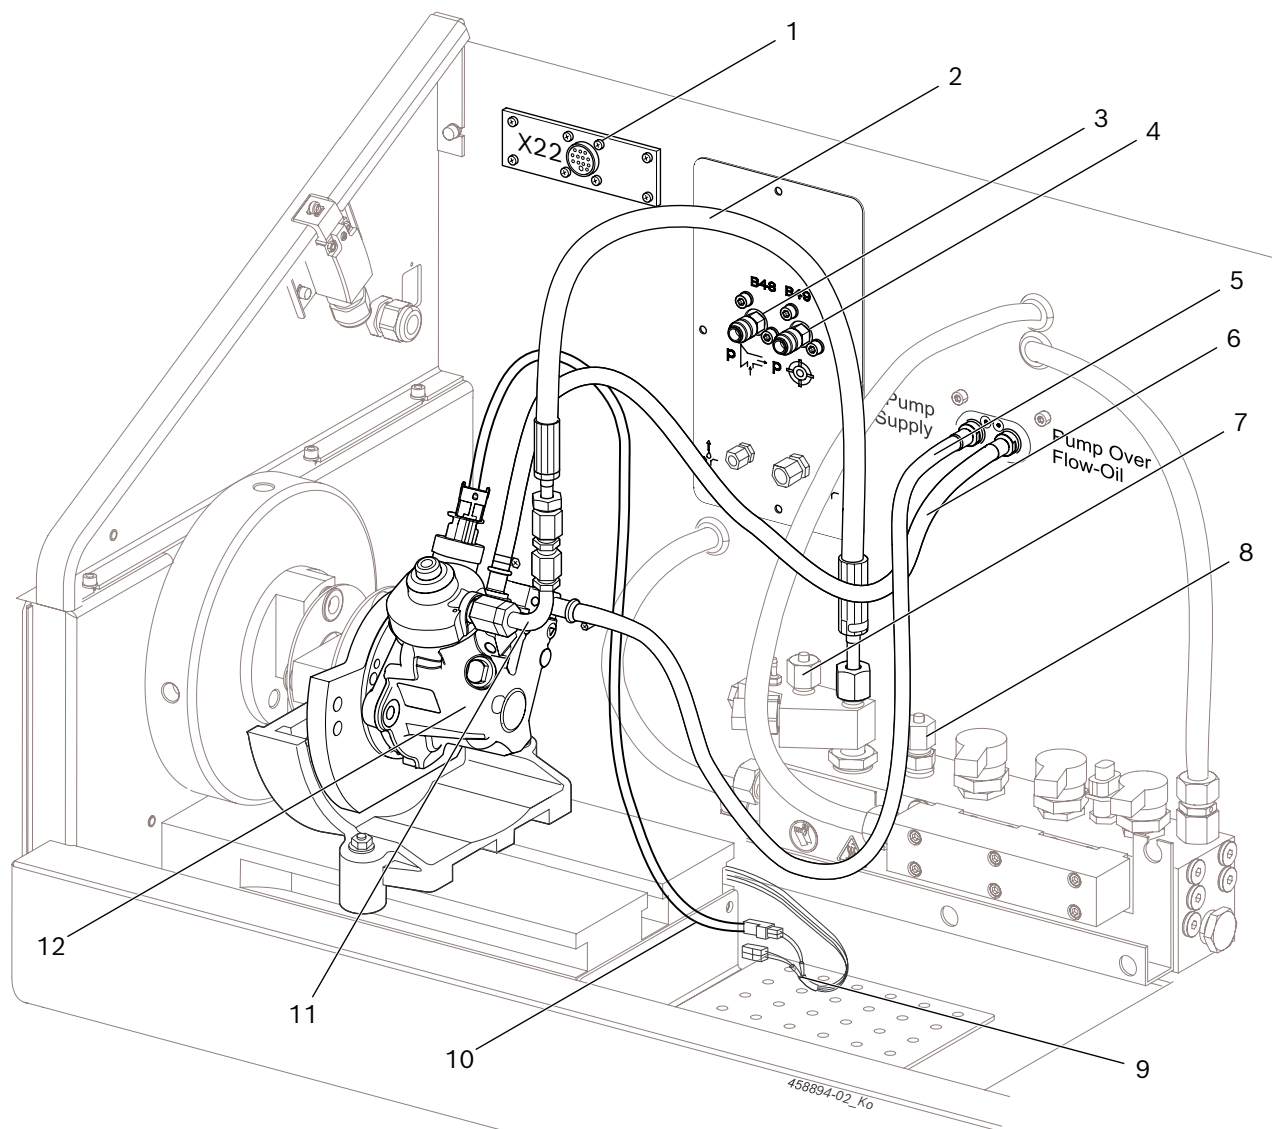

Fig. 2: Conexão CP4.1
1. Conectar as mangueiras para alimentação de óleo de teste (fig. 2, pos. 5) e pra retorno do óleo de teste (fig. 2, pos. 6) nas conexões previstas para esse efeito na CP4.
2. Ligar a mangueira de alta pressão 1 680 712 324 (fig. 2, pos. 2) à entrada de alta pressão do rail de alta pressão e à conexão de alta pressão da CP4 através da linha de pressão de teste 1 680 750 123 (fig.2, pos.11) (Torque de aperto = 25 Nm - 30 Nm).
3. Fechar a ligação para a mangueira de alta pressão para o rail distribuidor CRI 846H ou CRI/CRIN 848H com um tampão cego no rail de alta pressão (fig. 2, pos. 7, 8).
4. Conectar o cabo de ligação 1 684 463 946 (fig. 2, pos. 9) no X24 e conectar com CP4 através de cabo adaptador específico para bombas (fig. 2, pos. 10, acessórios especiais).
O adaptador 1 681 032 115 encontrado no jogo de peças 1 687 016 128 é utilizado para a medição de pressão da bomba de alimentação para CP4 com bombas de engrenagens. Instalar o adaptador antes da verificação na CP4 e conectar o cabo de mangueiras do adaptador na B49 (fig. 2, pos. 4).
As mangueiras encontradas no jogo de peças 1 687 016 128 são utilizadas para a medição de baixa pressão. Conectar a mangueira específica para bombas na bomba de injeção e B48 (fig. 2, pos. 3).
- A ligação ao rail de alta pressão (para o rail distribuidor CRI 846H) está fechada com um tampão cego (fig. 2, pos. 8)?